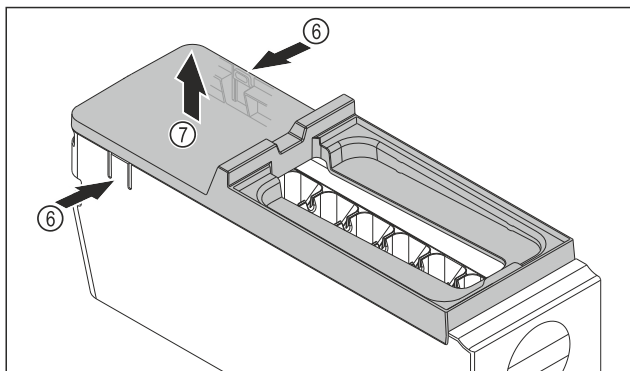

Fig. 122
- Heqja e kapakut mbulues të kutisë EasyTwist-Ice: Shtypni me një dorë gjuhëzat Fig. 122 (6) në të dyja anët e kutisë EasyTwist-Ice.
- Hiqni nga lart kapakun mbulues Fig. 122 (7) me dorën tjetër.